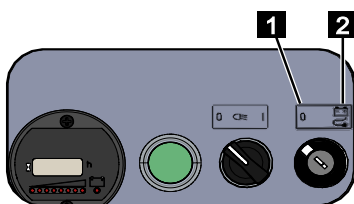

Fig. 152
- Interrupteur à clé sur [0] (Fig.152/1) (si les batteries doivent être chargées pendant une période prolongée, l'interrupteur à clé doit être sur [0]. Le processus de recharge s'arrête automatiquement lorsque les batteries sont chargées complètement.)
- Interrupteur à clé sur [Mode batterie/secteur] (Fig.152/2) (les batteries sont chargées en permanence pendant le mode batterie)
- Interrupteur à clé sur [Mode batterie/secteur] (Fig.152/2) (les batteries sont chargées partiellement pendant le mode secteur) Dès qu'il n'y a plus de fonctions activées, la charge commence 10 minutes plus tard environ. Si une fonction est activée pendant la charge, la commande interrompt la charge pendant 10 minutes env.)